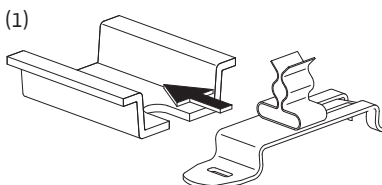

Fig. 17:
**Påläggning av kabelskärmar på skärmklammarna (SC...FC ... BM), se fig. 17–20.**